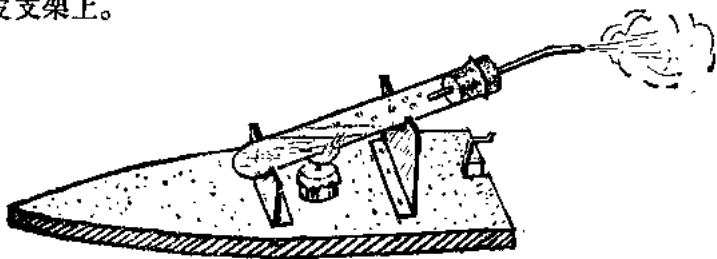

图 4
4. 如图 4 所示，使喷口处于水平位置，把试管搁牢在铁皮支架上。